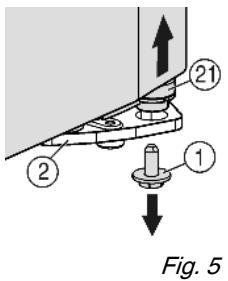
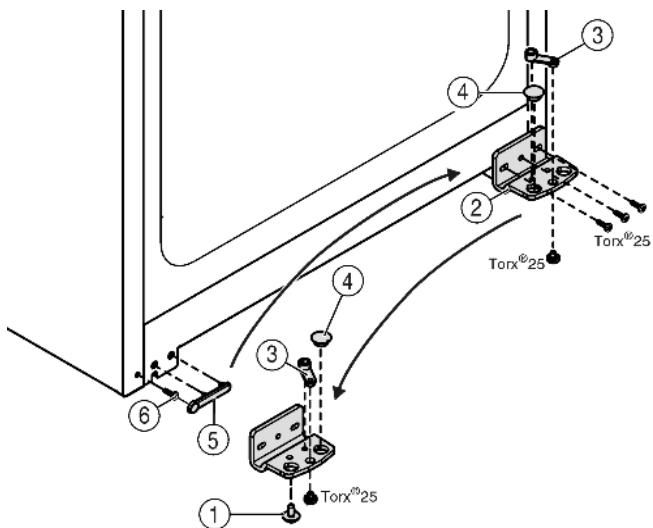

Fig. 5
Fig. 6
- Внизу справа на опорном кронштейне выкрутите фиксирующий винт Fig. 5 (1).
- Опорный палец Fig. 5 (21) можно извлечь из опорного кронштейна Fig. 6 (2).
- Сли установочный винт Fig. 5 (21) не откручивается, его можно вынуть, нажав на него снизу.
- Открутите опорный кронштейн Fig. 6 (2).
- Открутите опорную деталь Fig. 6 (3) и, переставив в отверстие на противоположной стороне опорного кронштейна, снова прикрутите.
- Извлеките заглушку Fig. 6 (4) из опорного кронштейна и переставьте ее в отверстие на противоположной стороне опорного кронштейна.
- Осторожно снимите крышку со стороны ручки Fig. 6 (5).
- Выкрутите болт Fig. 6 (6) и вкрутите на противоположной стороне.
► Снова установите крышку Fig. 6 (5).
► Снова прикрутите опорный кронштейн Fig. 6 (2) на новой стороне шарнира (**с моментом 4 Нм**). При необходимости используйте аккумуляторный шуруповерт.
- Вкрутите фиксирующий винт Fig. 5 (1) внизу в опорный палец и затяните (**с моментом 4 Нм**).